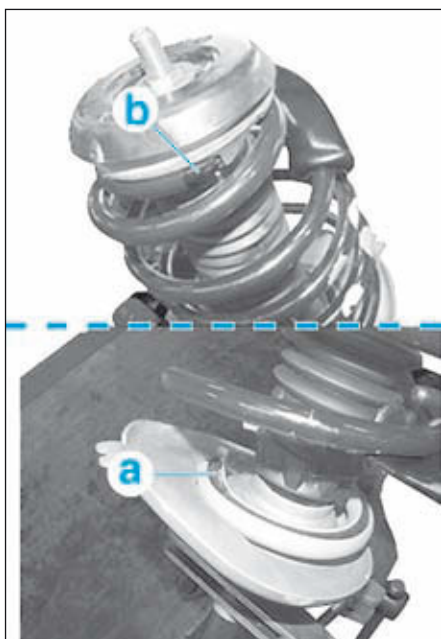

FIG.11
- Mettre en place le ressort (1) en veillant au bon positionnement des ses spires inférieure (a) et supérieure (b) (**Fig.11**).